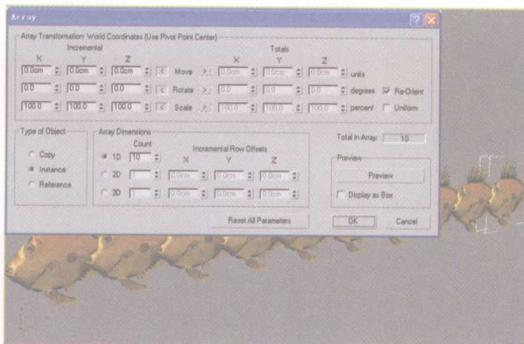

图1-24 沿着Y轴阵列
**02** 执行Array（阵列）命令后，开启Array（阵列）对话框，在该对话框中将Move（移动）的Y轴值设置为150，将1D的数量设置为10，确定后，选择的鱼对象将沿着Y轴以150的间距阵列出了10个副本对象，如图1-24所示。